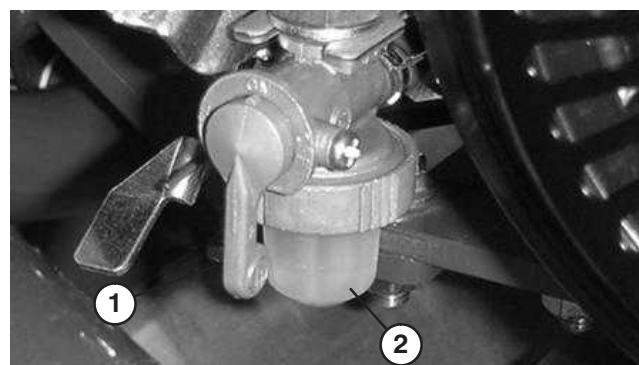

Bild 34
1. Schließen Sie den Kraftstoffhahn und schrauben Sie die Glocke vom Filter ab (Bild 34).